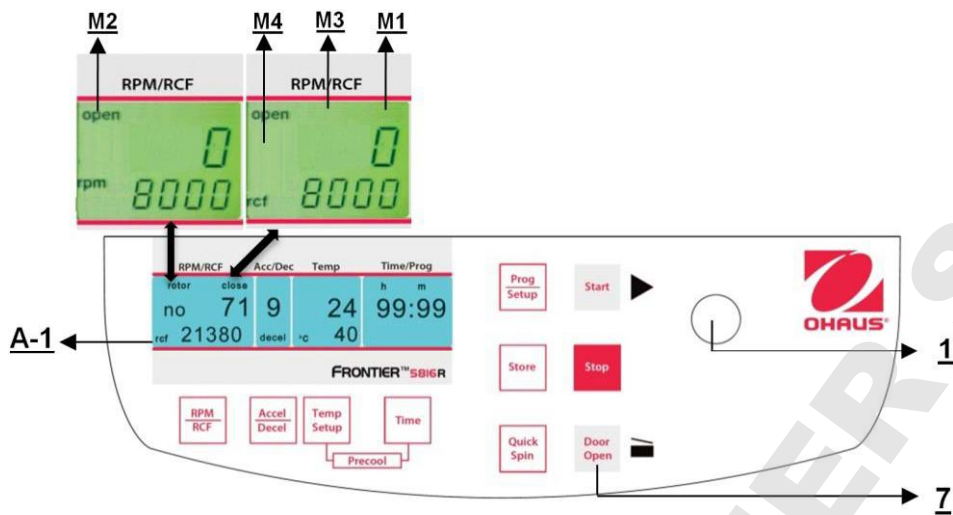

Figura 15
Después de la operación, cuando la tapa de la centrífuga está cerrada, aparece la palabra **"close"** (M1) en la pantalla **"RPM | RCF"** (A-1). Además, si hay un rotor en la centrífuga, aparece la palabra **"rotor"**(M3) así como el número de código del rotor respectivo, el cual está en el sistema de la centrífuga **"71"** (M4). Si no hay rotor en la centrífuga, destella la palabra **"rotor"** (M3) y aparece adicionalmente la palabra **"no"**(M4). Al presionar el botón **"Door Open"** (7), puede liberar la tapa de la centrífuga. Tan pronto la tapa electromagnética esté completamente liberada, aparece la palabra **"open"** (M2). Ahora puede abrir la tapa de la centrífuga. Consulte la Figura 15 a continuación para referencia.
La tapa debe bajarse solo un poco. Un seguro de la tapa electromagnética cierra la tapa, al mismo tiempo que desaparece la palabra **"open"** (M2) (vea la Figura 15). Como signo de que la centrífuga está lista para arrancar, en la pantalla **"RPM | RCF"** (A-1) aparece la palabra **"close"** (M1). Al mismo tiempo, aparece la palabra **"rotor"** (M3), así como el número de código del rotor, el cual está en el sistema de la centrífuga, **"no 71"** (M4). Con eso, todos los datos específicos del rotor, por ejemplo máxima velocidad, aceleración, etc. están adoptados.